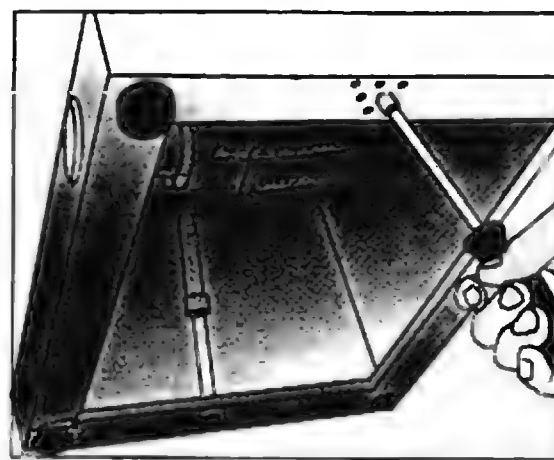

Рис. 3.1.4.29. Демонтаж гайки, фиксирующей амортизатор.
2. Торцовым ключом 10 мм отворачивают гайку, которая крепит амортизатор к корпусу (рис. 3.1.4.29).